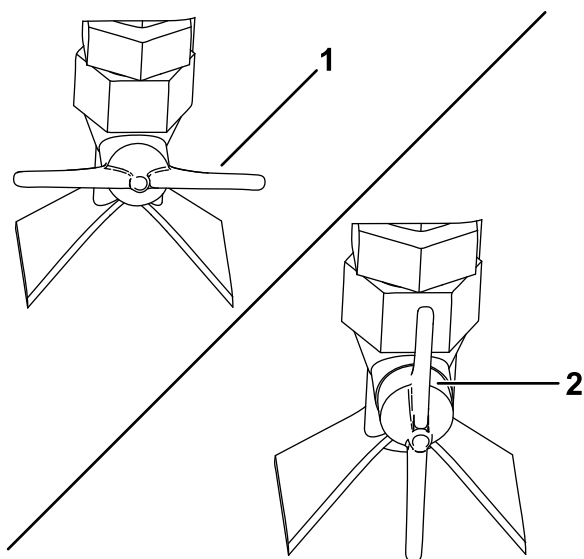

Figura 54
- Para selecionar o jato em leque—gire a válvula de aspersão na lateral do bico para a posição horizontal (Figura 54).
- Para selecionar o jato sólido—gire a válvula de aspersão na lateral do bico para a posição vertical (Figura 54).